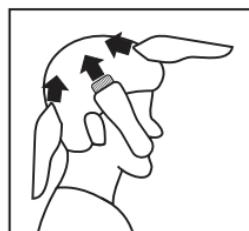

Figura 9
- Usando o pente de **0,5-2,5mm**, cortar a partir da nuca até o alto da cabeça. Manter o pente contra a cabeça e lentamente mover o aparelho através dos cabelos (**Figura 9**).
- Usar a mesma técnica cortando de baixo para cima nas laterais da cabeça (**Figura 9**).